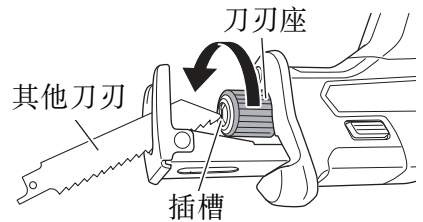

图 14
- (1) 若损坏的刀刃某部分粘在了刀刃座的小插槽中，拔出插条并将刀刃拔出。
- (2) 若损坏的锯条藏在小插槽内部，请用锯条的尖部将其钩住并取出。（图 14）